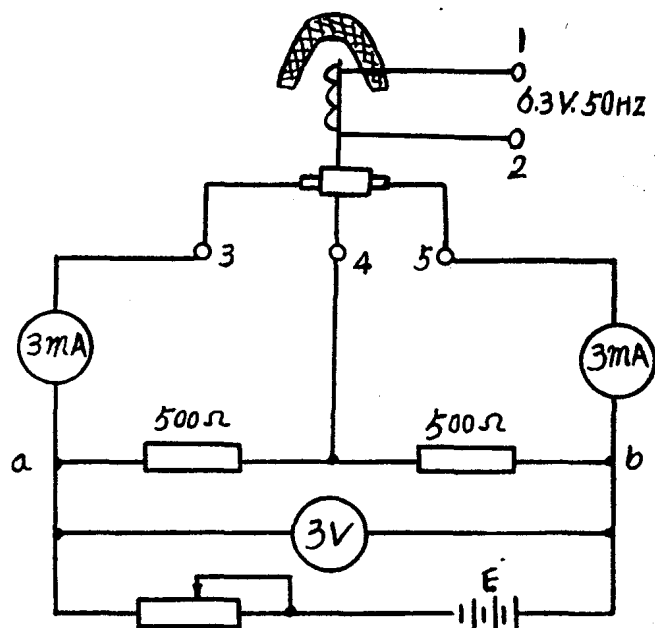

图4 调整振动变流器接线图
(1) 松开外壳上的三个螺钉卸去外罩;
(2) 将振动变流器垂直放置;
(3) 根据图4接上电表、电池和电阻等;
(4) 旋松振动变流器支架上的两只垂直螺钉(压紧用);
(5) 旋动两只水平调整螺钉, 使电流表的读数为1.59~1.65mA, 电压表指数为1.5V, 旋紧压紧螺钉, 罩上外罩后电流应保持不变;
(6) 以调整磁钢位置的方法, 使励磁圈的电压改变为4~7V, 此时二个电流表的读数偏差不超过0.15mA;
(7) 在不振动时二触针应保持接触;
(8) 振动6小时再校一次。